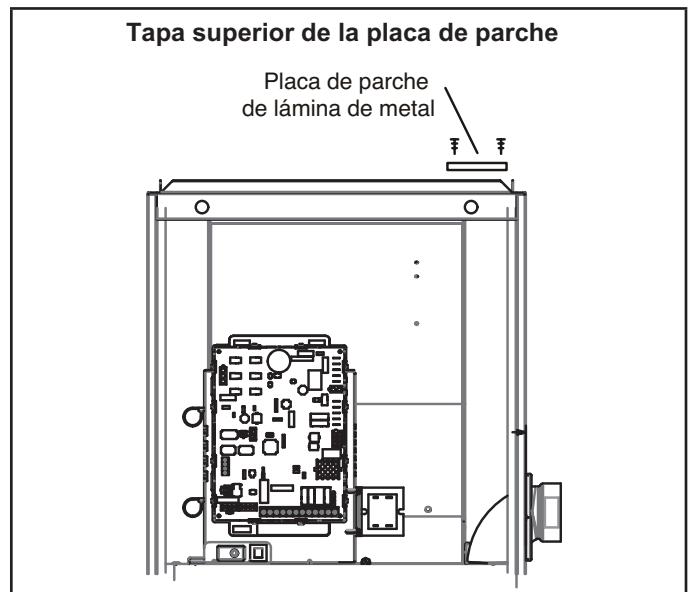

FIGURA 16
- 8 - Reutilice la placa de parche para cubrir el agujero en la tapa superior. Ver la FIGURA 16. Quite los dos tornillos que sujetan la tapa superior al calefactor en el lado derecho y reinstálela sujetando el borde derecho de la placa de parche y el lado derecho de la tapa superior al calefactor. Use dos tornillos para hoja metálica de auto perforación (incluidos) para terminar de sujetar el borde izquierdo de la placa de parche en el lado izquierdo.